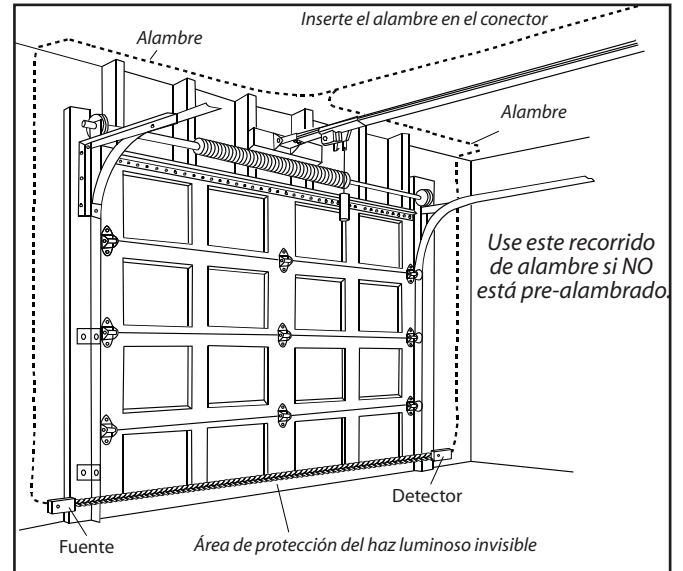

FIG. 4-6 Recorrido del alambre
- Sujete en forma segura los alambres a la pared y al cielo raso a medida que avance (Fig. 4-6 en la página siguiente).